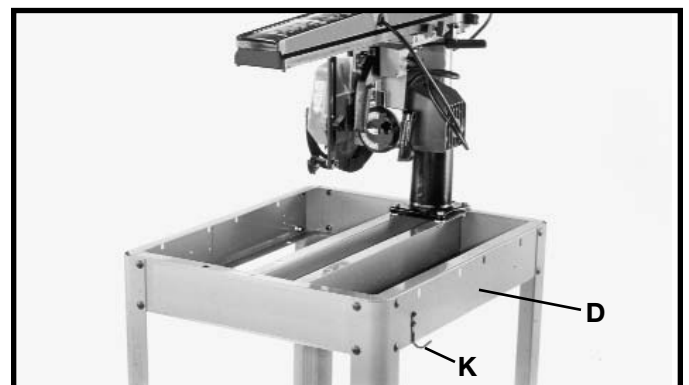

Fig. 10
Monte el gancho de llaves (K) Fig. 10 al lado delantero derecho (conforme a lo ilustrado) o posterior derecho de la base de la sierra (D) utilizando dos tornillos #10 x 1/2 de pulgada.